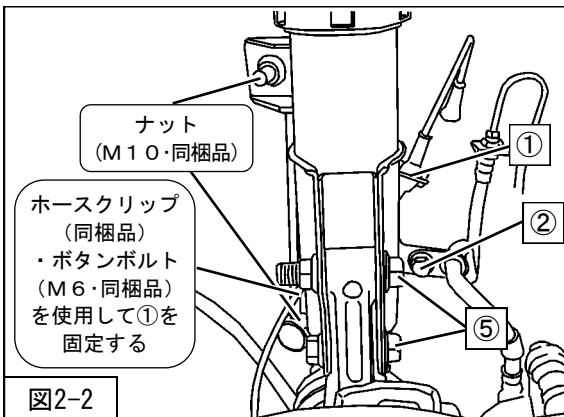

図2-2
3. ⑤フロントサスペンションASSYロア取付ボルト（締付トルク：90N・m）を取付けてください。（図2-2）
を取付けてください。（図2-2）
6. 図2-3を参考にホースクリップ（同梱品）・ボタンボルト（M6・同梱品）を使用して、①スピードセンサハーネスの根元から約12cmの位置で固定してください。（図2-2・図2-3）